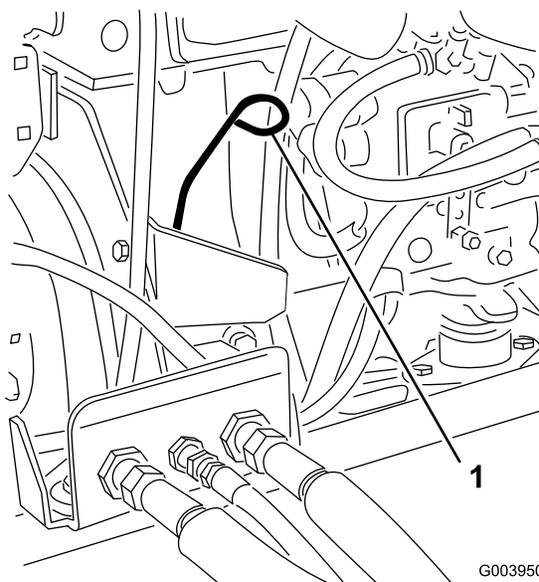

Рисунок 48
3. Извлеките масломерный щуп, тщательно протрите и снова вставьте его (**Рисунок 48**).